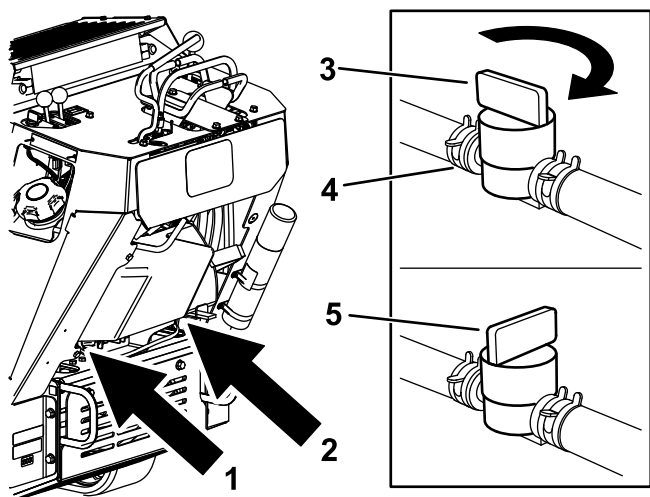

Figura 47
3. Rotiți ventilul de închidere combustibil în poziția închisă (Figura 47).
4. Strângeți capetele clemei de furtun a ventilului de pe partea motorului și glisați-o în sus pe conducta de combustibil departe de ventil (Figura 47).
5. Trageți conducta de combustibil de pe ventil (Figura 47).
5. Rotii ventilul de închidere combustibilul în poziția deschis (Figura 47).